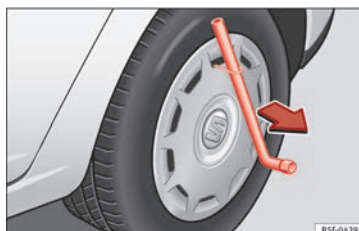

Fig. 62 Retirer l'enjoliveur intégral.
- Retirez l'enjoliveur intégral de la roue à l'aide de l'étrier métallique » **fig. 62**.